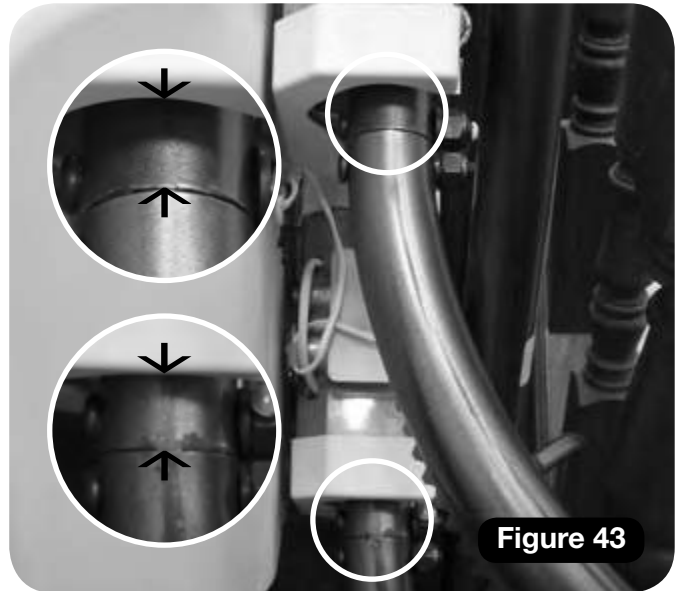

Figure 43
**Remarque :** Veillez à ce que les tourillons supérieurs et inférieurs soient correctement enclenchés dans les dents correspondantes, sur le profilé de rail supérieur et inférieur (**Figure 43**).